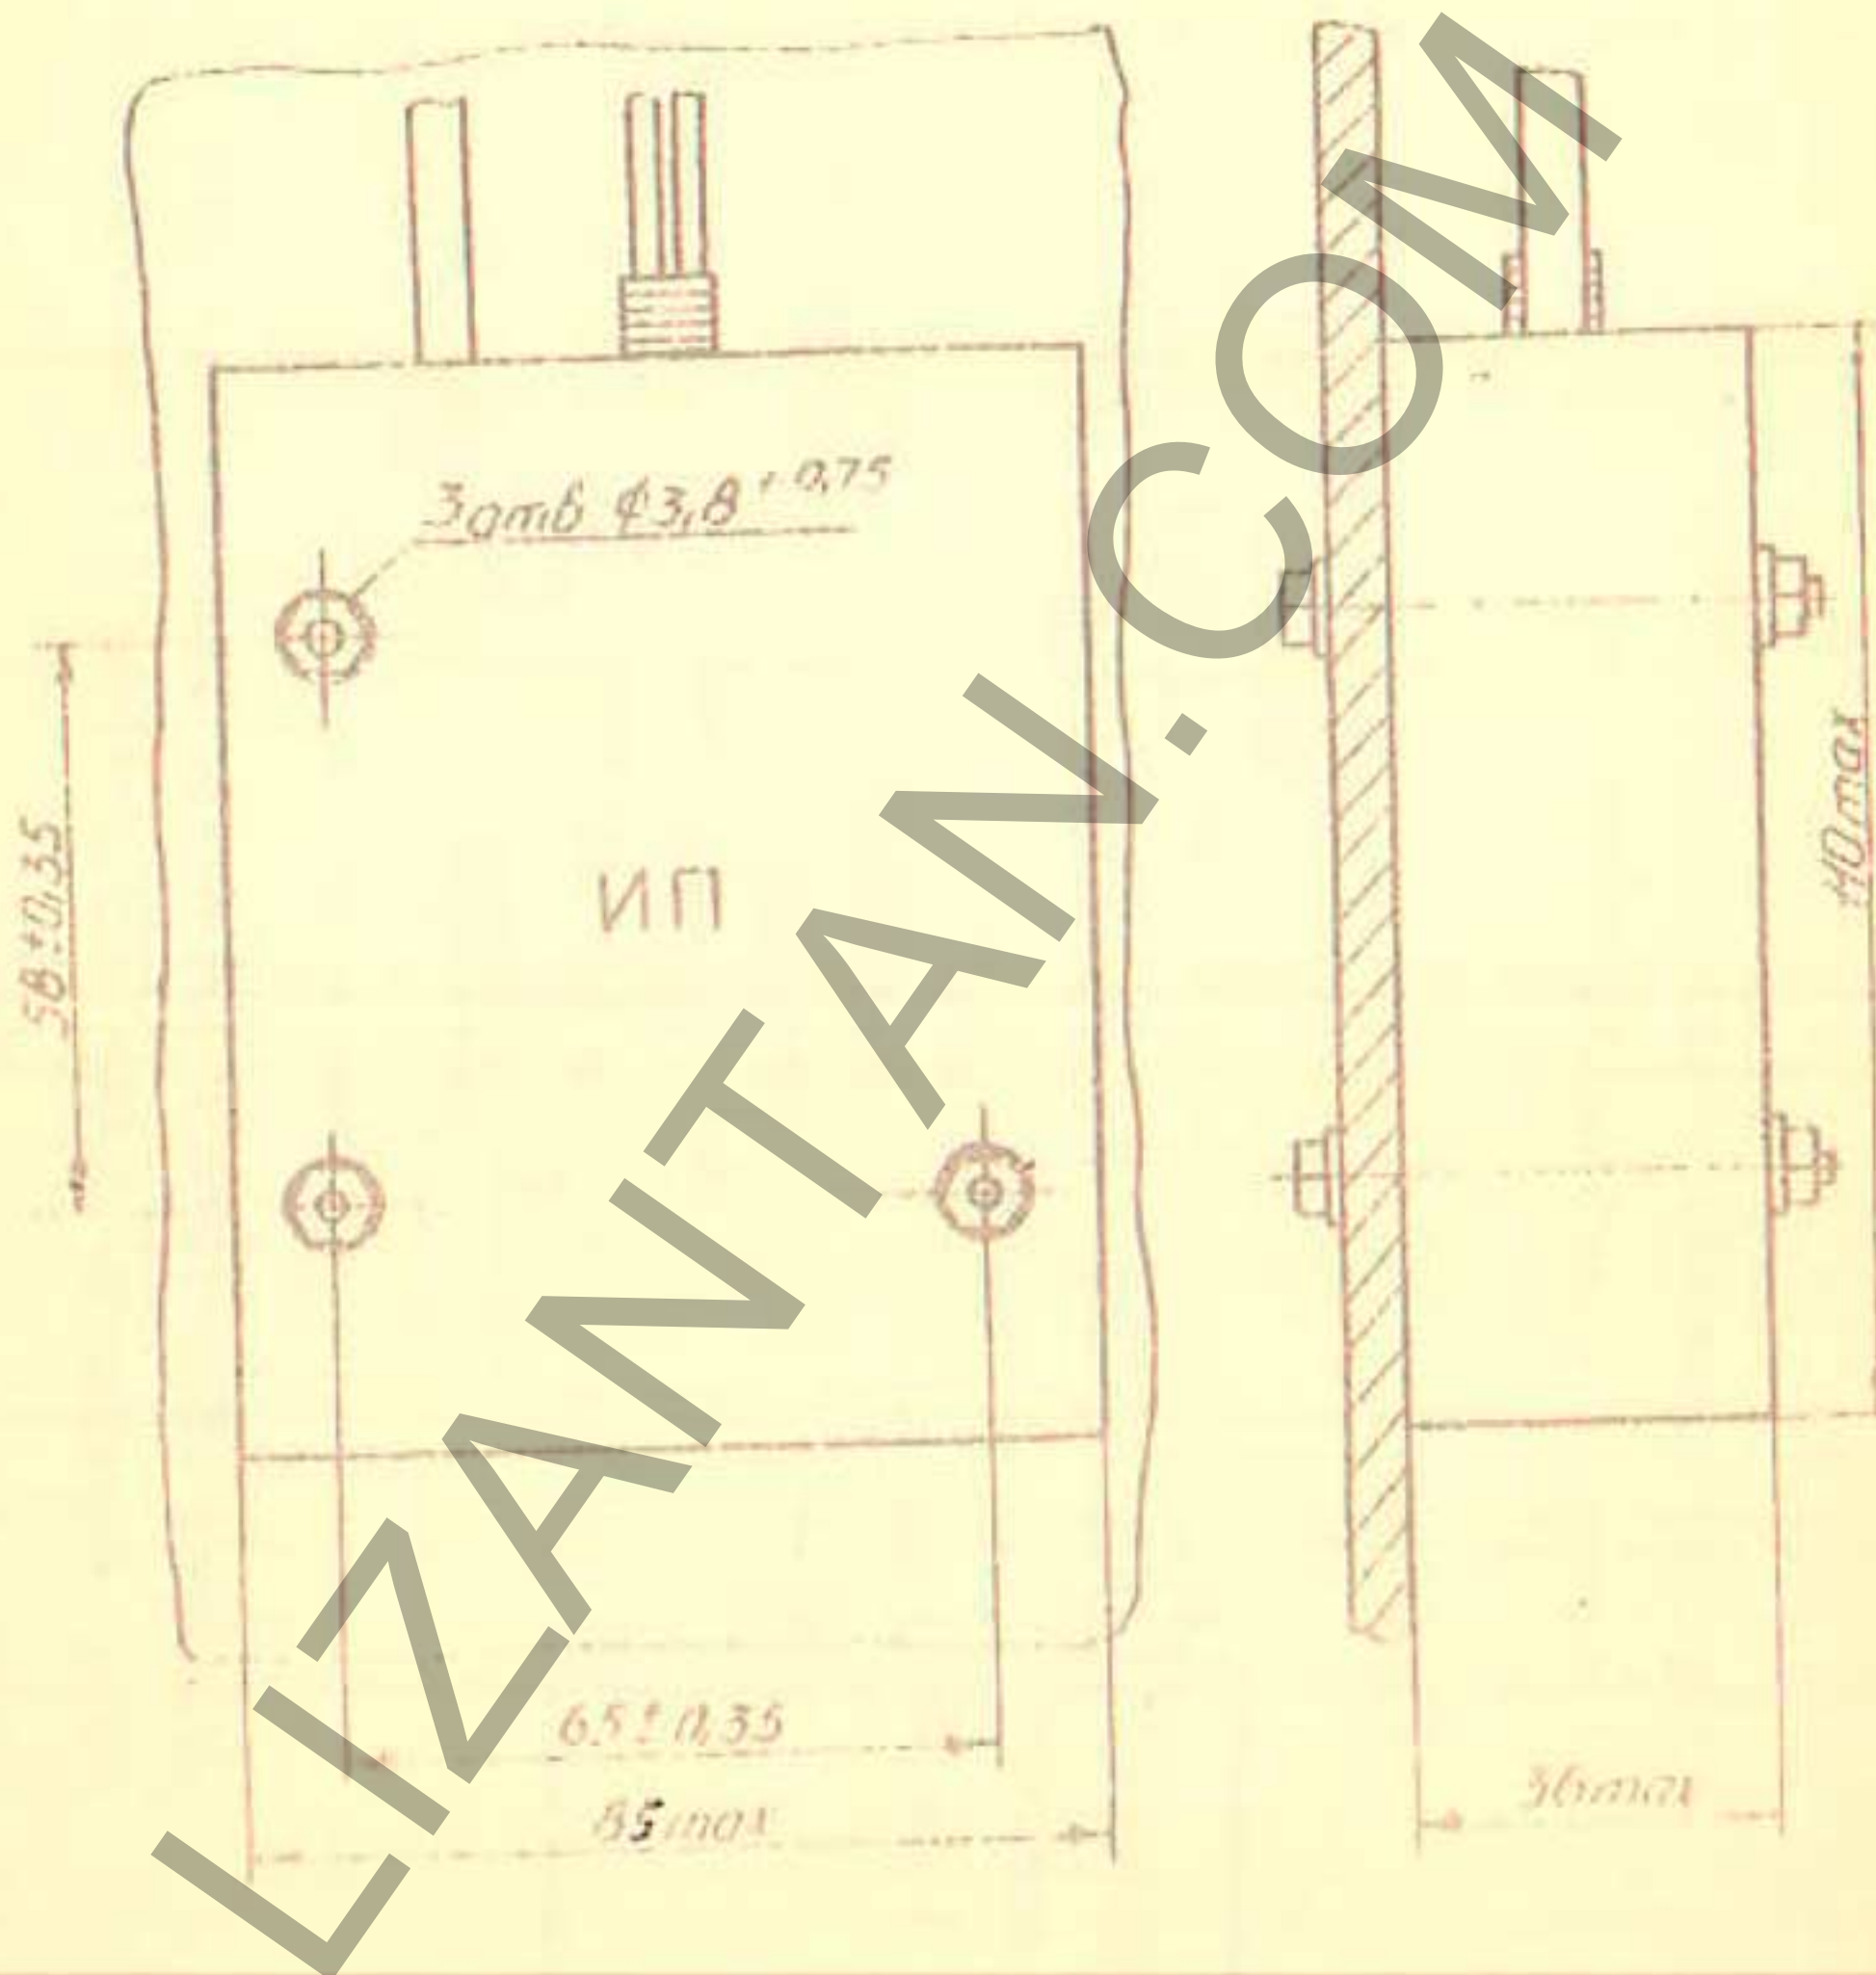

Рис. 1
5.3.5. Закрепить источник питания на шасси аппаратуры, как показано на рис. 1.